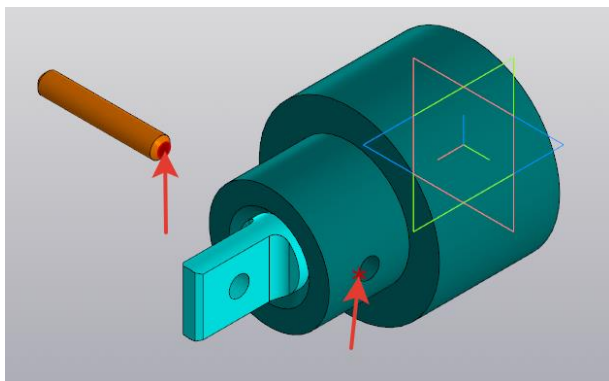

Рисунок 164.
17. На панели инструментов *Размещение компонентов* - выберите *Совпадение*. В *Параметрах* - *Объект 1* – указать торец штифта, *Объект 2* – точка на отверстии корпуса. *Создать объект* (рисунок 164).